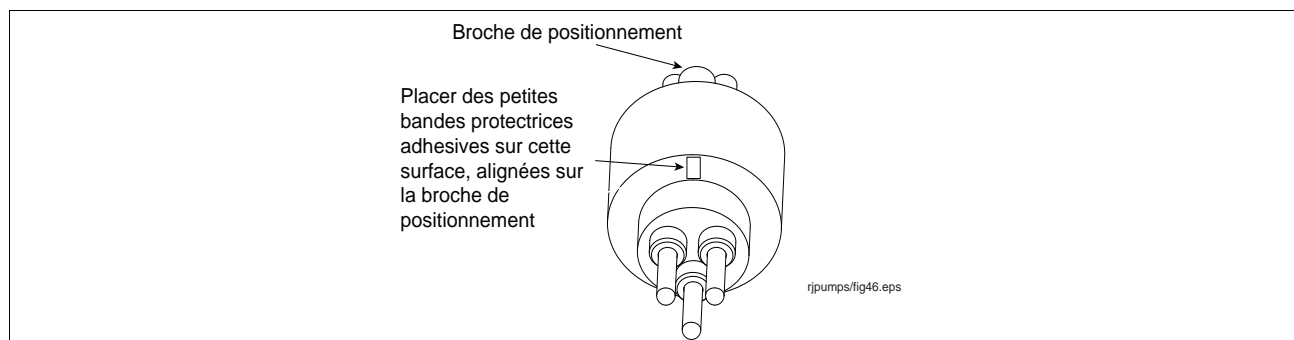

Figure 41. Placer une bandelette adhésive alignée sur le devant du connecteur mâle
12. Placer une bandelette adhésive du côté de l'axe du connecteur, dans l'alignement de l'axe de positionnement (voir Figure 41).